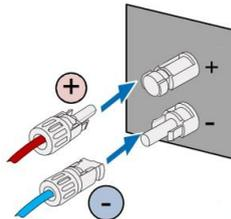

Рис. 5.4 Подключение фотовольтаического кабеля к инвертору
- (1) Подключите фотовольтаический кабель к инвертору и обеспечьте плотное крепление, как показано на рис. 5.4;
- (2) При снятии разъема постоянного тока с инвертора вставьте головку прямой отвертки в рельефное отверстие в центре разъема и с усилием выведите подвижный конец разъема.